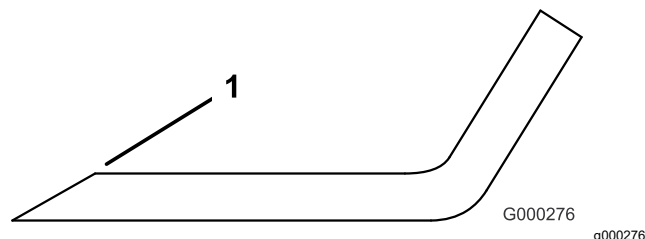

Figura 86
3. Inspeccione los filos de corte de todas las cuchillas y afílelos si están romos o tienen mellas (Figura 86).
Nota: Afile únicamente la parte superior del filo y mantenga el ángulo de corte original para asegurar un filo correcto (Figura 86). La cuchilla permanece equilibrada si se retira la misma cantidad de material de ambos filos de corte.